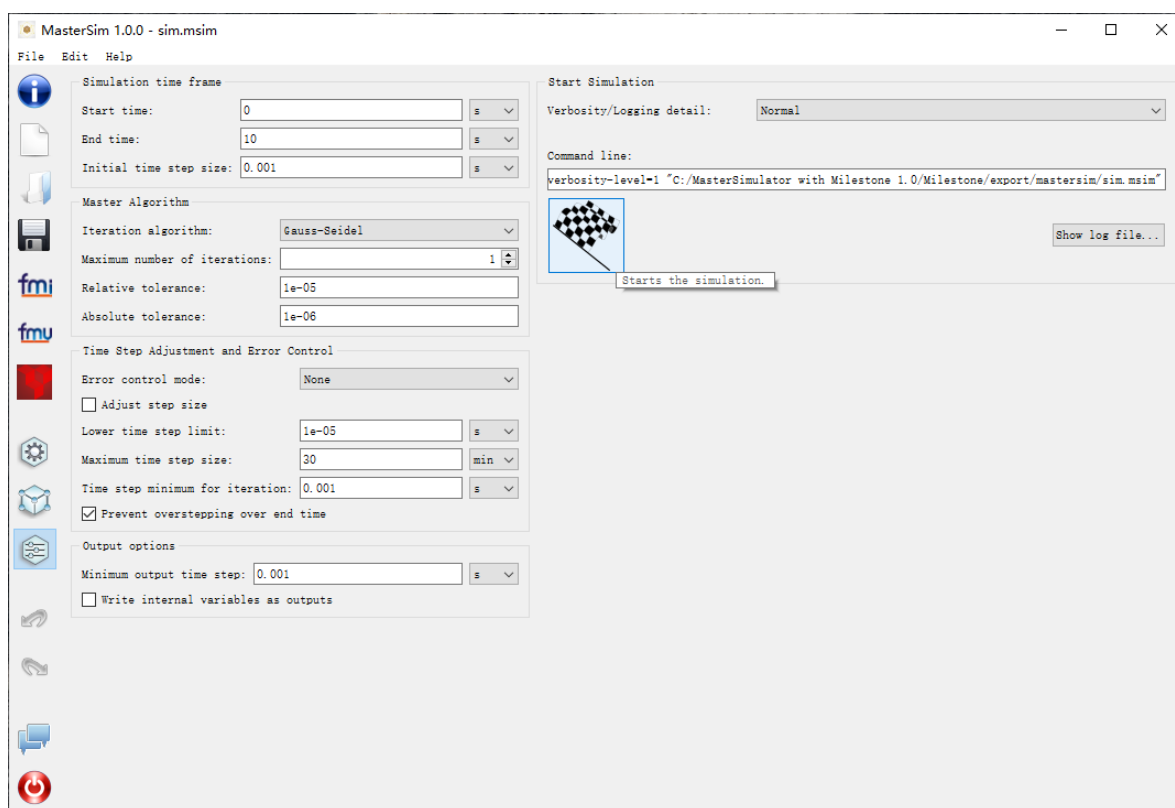

图 3.11: MasterSim 中的仿真配置
- MasterSim 左侧的功能选择按钮可以启动 Milestone，测试 FMU 中的信息，启动后处理程序，以图或表格的方式配置模型间的连接，以及配置仿真求解器参数等，请参考其 官方文档¹ 获得更详细的信息。此处可直接使用示例中配置好的参数，点击“开始仿真”按钮，如 图 3.11 。